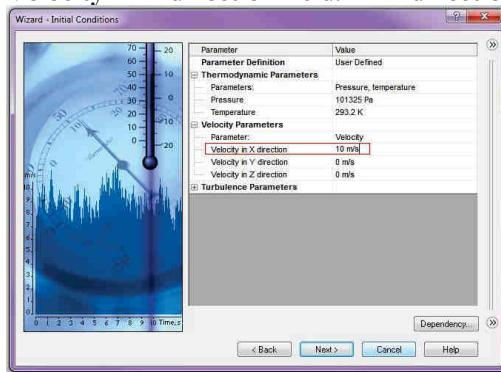

Fig. 15.10
- Pentru curgere externă staționară, cum este cazul aplicației curente, fereastra **Wizard – Initial Conditions**, fig. 15.10, solicită specificarea condițiilor ambientale de curgere ale curentului de fluid neperturbat. Se vor specifica condițiile inițiale în interiorul și la frontierele volumului de control. Condițiile ambientale sunt de tip termodinamic (valori implicate ale presiunii statice și temperaturii), viteze și parametrii de turbulență.
- For a steady **External** problem, such as the plate in this application, the **Wizard - Initial Conditions** dialog box, fig. 15.10, asks the user to specify the ambient flow conditions of the undisturbed free stream. Thus the user will specify the initial conditions inside the Computational Domain and the boundary conditions at the Computational Domain boundaries. The ambient conditions are thermodynamic (static pressure and temperature by default), velocity, and turbulence parameters.